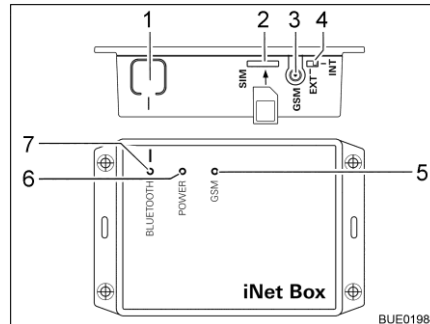

Fig. 227 Truma iNet Box
- Premere il tasto BLUETOOTH (Fig. 227,1) della iNet Box per 1 secondo. Nel terminale mobile la Truma iNet Box è visibile per circa 2 minuti (nome: "Truma iNet-Box"). In questo tempo il LED BLUETOOTH (Fig. 227,7) blu lampeggia.
- Spingere con cautela la mini SIM con il proprio numero di telefono e credito sufficiente nello slot (Fig. 227,2) della Truma iNet Box, come illustrato, finché non si innesta. Il LED GSM (Fig. 227,5) rosso deve lampeggiare costantemente. Quando dopo 20 secondi il LED rosso si spegne: Controllare la mini SIM.